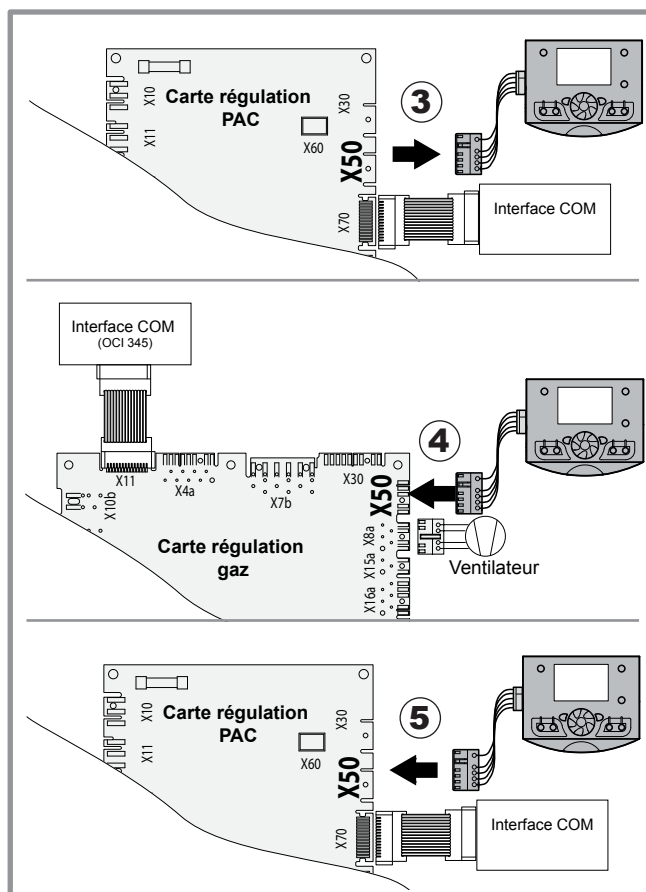

figure 49 - Branchement temporaire de l'interface utilisateur sur la carte de régulation gaz (LMS)
Pour effectuer les contrôles de combustion (lors d'un changement de gaz ou lors de la maintenance), il est possible de mettre en fonctionnement le générateur gaz indépendamment de la PAC (figure 49).
- **3** - Débrancher la nappe interface utilisateur du RVS (connecteur X50) (figure 49).